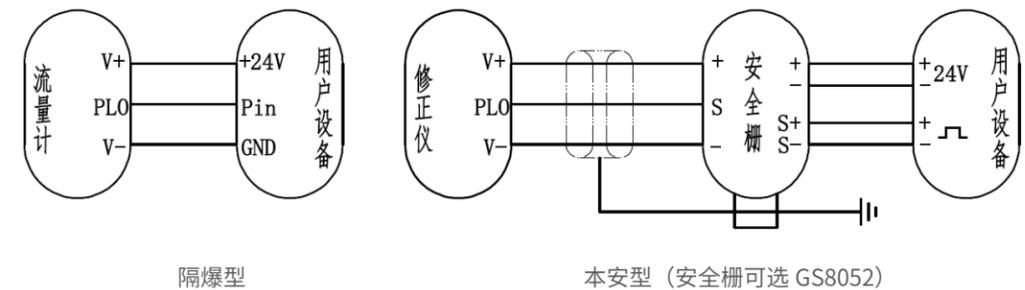

图 12-1 脉冲信号输出接线图
7.4.1 脉冲信号输出——工况脉冲信号与标准体积流量成正比的频率信号 (见图 12-1)